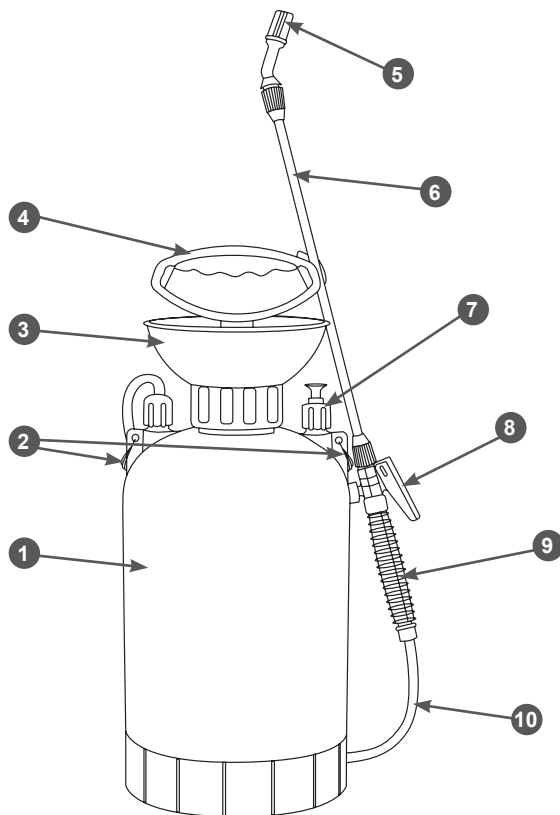

Рис. 1 Основные узлы и органы управления
Основные узлы и органы управления показаны на Рис. 1.
Соберите опрыскиватель в соответствии с Рис. 1. Проверьте и затяните при необходимости все соединения.
Откройте крышку бака 3 (Рис. 1). Аккуратно залейте жидкость в бак опрыскивателя. Установите крышку на место, заверните до упора и затяните, обеспечив герметичность внутреннего объема бака.
3. Сделайте несколько качаний ручкой насоса 4 (Рис. 1), до тех пор, пока не появится сопротивление нажатию.
4. Для опрыскивания нажмите на рычаг управления клапаном подачи рукоятки управления 8 (Рис. 1).